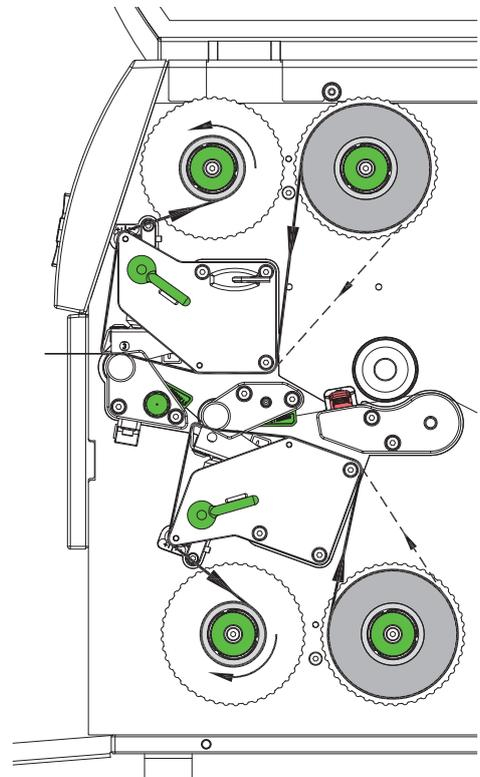

Figura 13 Recorrido de la lámina de transferencia
6. Deslizar un núcleo adecuado (4) sobre el rebobinador de láminas de transferencia (5), y posicionar y fijarlo de una forma análoga al rollo de lámina.
7. Pasar la lámina de transferencia a través del mecanismo de impresión, tal y como se muestra en la figura 13. La línea continua sirve para láminas con lado de revestimiento bobinado en el interior, y la línea de rayas, para láminas con lado de revestimiento bobinado exterior.
8. Fijar el inicio de la lámina de transferencia al centro del núcleo de la lámina de transferencia (4) con una tira adhesiva. Si se utilizan núcleos que sean más anchos que la lámina de transferencia, utilizar la escala (7) del ángulo cabecero para alinear la lámina. Debe tenerse en cuenta que la dirección de rotación del rebobinador de la lámina de transferencia transcurre en sentido contrario a las agujas del reloj.
9. Girar el rebobinador de la lámina de transferencia (5) en sentido contrario a las agujas del reloj para alisar el recorrido de la lámina de transferencia.
10. Girar la palanca (6) en el sentido de las agujas del reloj para bloquear el cabezal de impresión.
11. Abrir la tapa (9) e insertar la lámina de transferencia de forma análoga en la unidad de impresión inferior (8). La dirección aquí indicada es aplicable con la excepción de la dirección de giro de los botones orientables en sentido contrario a la unidad de impresión superior.